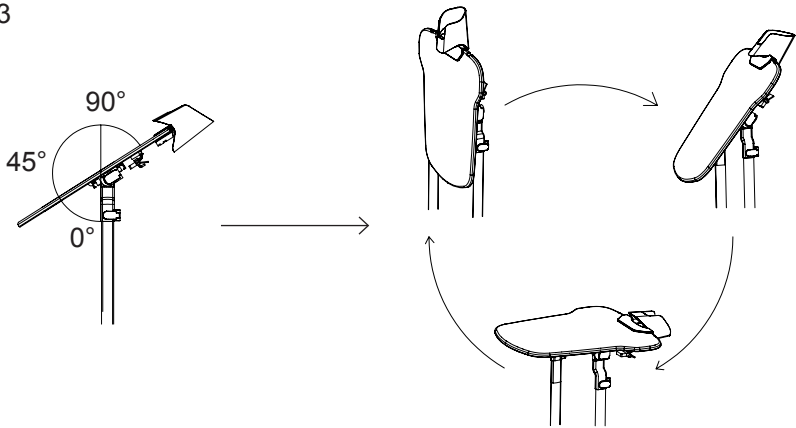

Fig.14
- Nota: para evitar que la ropa y la tabla de planchar se quemen, no deje el vaporizador en la misma posición más de 30 segundos, y coloque la plancha en su soporte cuando no la utilice. (Fig 14)